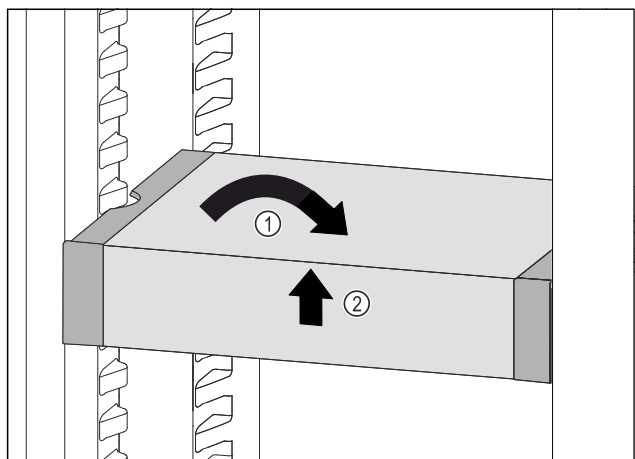

Fig. 176
- ▶ 将 VarioSafe 放平。 Fig. 176 (1)
- ▶ 抬起 VarioSafe 前部。 Fig. 176 (2)